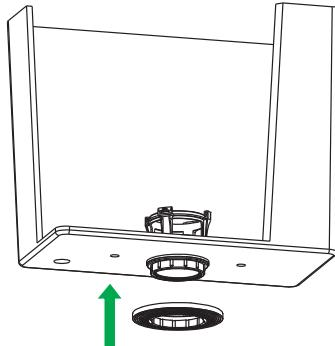

Рис. 15 / 15-сур.
- Установите резиновую прокладку с наружной стороны дна бачка, как показано на рис. 15.